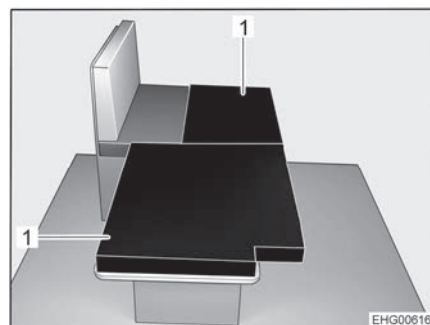

Fig. 82 Après la transformation
- Placer les deux coussins supplémentaires (Fig. 82,1) comme illustré sur la table abaissée.